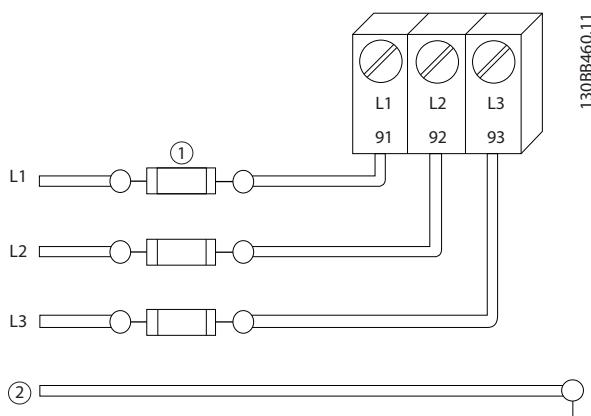

图 2.4 变频器熔断器
- 必须为所有变频器都提供短路和过电流保护。为了提供这种保护, 须采用输入熔断装置, 请参阅图 2.4。如果出厂时没有附带熔断器, 则须由安装商作为安装的一部分而提供。请参阅 10.3.1 保护中的熔断器最大额定值。